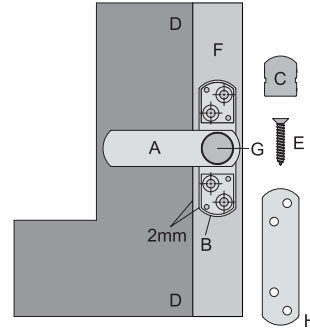

Abbildung 3: Montage des Befestigungsblocks
2. Legen Sie den Riegel (A) der Zusatzsicherung um (siehe Abbildung 3) und entfernen Sie die Abdeckkappen (C).
3. Positionieren Sie den Befestigungsblock (B) auf dem Fensterrahmen (F). Achten Sie dabei auf 2 mm Abstand zwischen Fensterflügel (D) und dem Befestigungsblock (B). Die mitgelieferte 2 mm Distanzplatte (H) kann dabei als Hilfsmittel zur Abstandsermittlung verwendet werden.
4. Zeichnen Sie die 4 Bohrlöcher für die Befestigungsschrauben (E) an. Anschließend bohren Sie die Bohrlöcher mit einem Bohrer Ø 3 mm vor. Schrauben Sie den Befestigungsblock (B) mit den selbstschneidenden Schrauben (E) am Fensterrahmen (F) fest.
5. Damit der Riegel (A) beim Ver- und Entriegeln nicht über den Fensterflügel schleift, müssen Sie evtl. die mitgelieferten Distanzplatten (H) zum Höhenausgleich verwenden.
6. Abschließend drücken Sie die 2 Abdeckkappen (C) wieder auf die Aussparung für die Befestigungsschrauben (E).